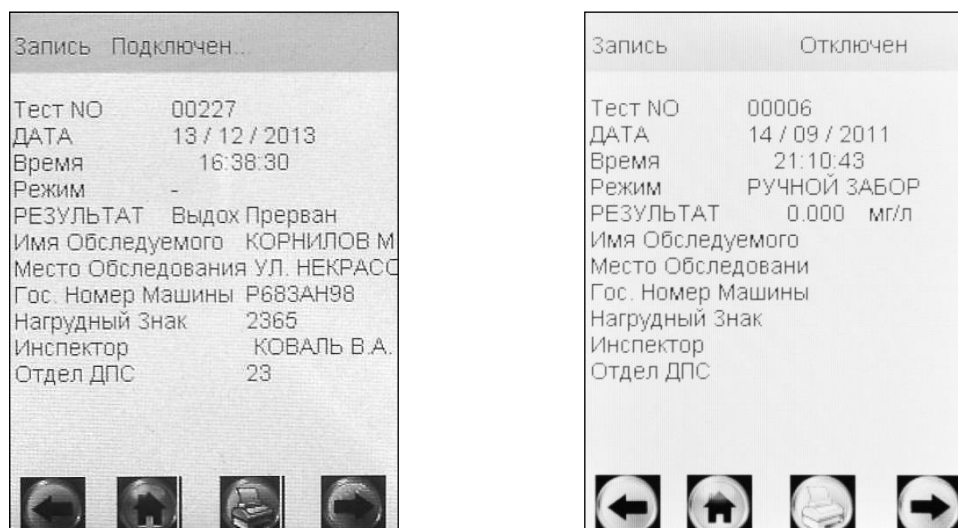

Рисунок 26 – Просмотр памяти
На сенсорном экране появится окно «Запись» с протоколом последнего измерения (рисунок 26).
2.12.2 Если измерения производились в режиме измерения с вводом данных, результаты измерения хранятся в памяти совместно с автоматически сохраняемыми данными (дата, время и т.д.) и с данными, введенными в предназначенные для заполнения поля (рисунок 26, слева).
2.12.3 Если измерения производились в режиме измерения без ввода данных, в памяти хранятся результаты измерения только совместно с автоматически сохраняемыми данными (рисунок 26, справа).
– находясь в окне «**Запись**» (рисунок 26), зажмите и удерживайте сервисную кнопку и кратковременно нажмите кнопку включения/выключения, отпустите обе кнопки; на экране появится окно перехода к требуемому протоколу (рисунок 27);